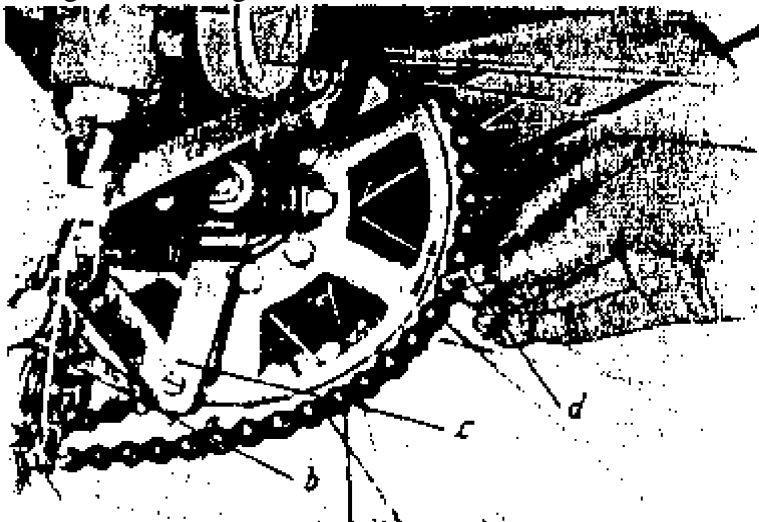

Bild12
2.8 Freilauf. Bremshebel (Bild 12, Pos. c) mit mitgeliefertem Verbindungsstück blockieren.
2.12 Zu beachten ist, dass die Kettenschloßsicherung richtig eingesetzt worden ist : offenes Ende des Riegels entgegengesetzt der Laufrichtung der Kette (Bild 12, Pos. d).
2.13 Die Kupplung wird am besten bei ausgehängter Torsionsfeder (Bild 12, Pos. b) eingestellt und ausprobiert. Nach genauer Einstellung eingekuppelt - ausgekuppelt, ist als letzter Arbeitsgang die Feder bei Einstellung der Kupplung wieder einzuhängen.
4.2 Starterklappe bei niedrigen Temperaturen und kaltem Motor schließen (Bild 12, Pos. a).